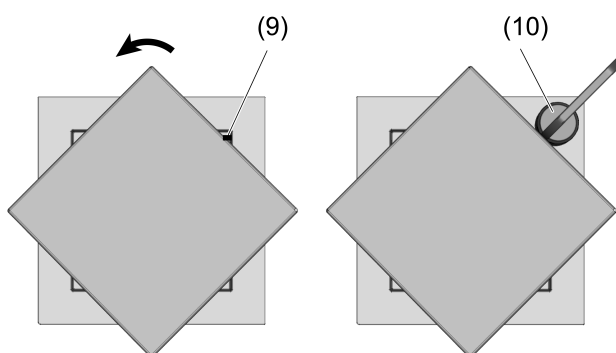

Figura 6
- Ruotare l'apparecchio di illuminazione di 45° per esporre la marcatura (9) (Figura 6).
- Posizionare il magnete (10) sulla copertura a livello della marcatura (9) fino a quando non si sente uno scatto.